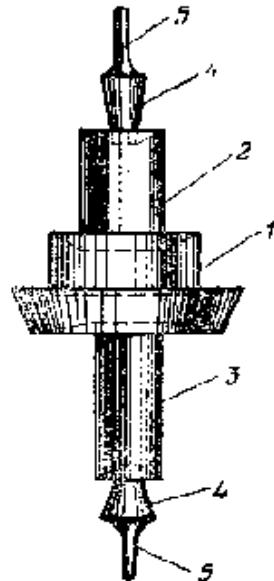

Рис. 7 Ось баланса:
**Ось баланса и камни.** Внутри баланса находится плоская стальная перекладина (филигрань). В отверстие, находящееся в центре перекладины, запрессована ось баланса, которая поворачивается на цапфах, входящих в отверстия платины и моста или в подшипники из камня. Ось баланса имеет сложную конфигурацию для посадок различных деталей (рис. 7).